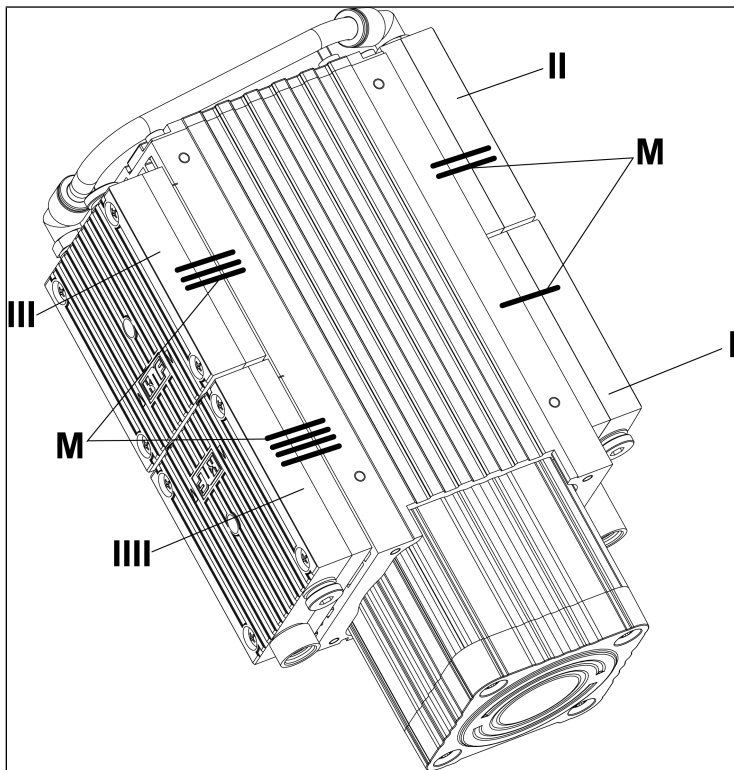
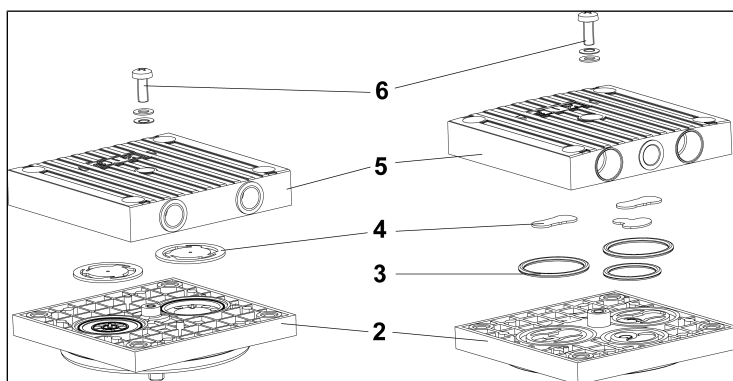

Fig.6: Marquage de la pompe
Fig. 9: Vue éclatée de la tête de pompe
3. Tête 1 (I/Fig. 6) :
4. Tête 2 (II/Fig. 6) :
5. Tête 3 (III/Fig. 6) :
6. Tête 4 (IIII/ Fig. 6) :
9. Sur chacune des deux têtes, desserrez la vis à tête (6/ Fig. 9) du couvercle (5/ Fig. 9).
10. Retirez le couvercle de la culasse (2/ Fig. 9).
1. Sur les culasses (2/ Fig. 9), retirez les soupapes (4/ Fig. 9).
Retirez les joints toriques (3/ Fig. 9).
3. Placez les nouvelles soupapes (**4**/Fig. 9) dans les culasses (**2**/Fig. 9).
Placez les nouveaux joints toriques (**3**/Fig. 9) dans les culasses (**2**/Fig. 9).
5. Posez les couvercles (**5**/Fig. 9) sur les culasses (**2**/Fig. 9) en suivant les marquages au feutre (**M**/Fig. 6).
6. Sur chacune des deux têtes, serrez légèrement la vis à tête du couvercle (**6**/Fig. 9) à la main et avec précaution (couple de serrage : 60 Ncm).
5. Suivez les étapes 6 à 8 (Démontage de la tête de pompe), ainsi que les étapes 1 à 6 (Remplacement des plaques soupapes et montage des culasses) et 1 à 4 (Remplacement des membranes et montage de la tête de pompe) pour les têtes 3 et 4 (III et IIII/Fig. 6).